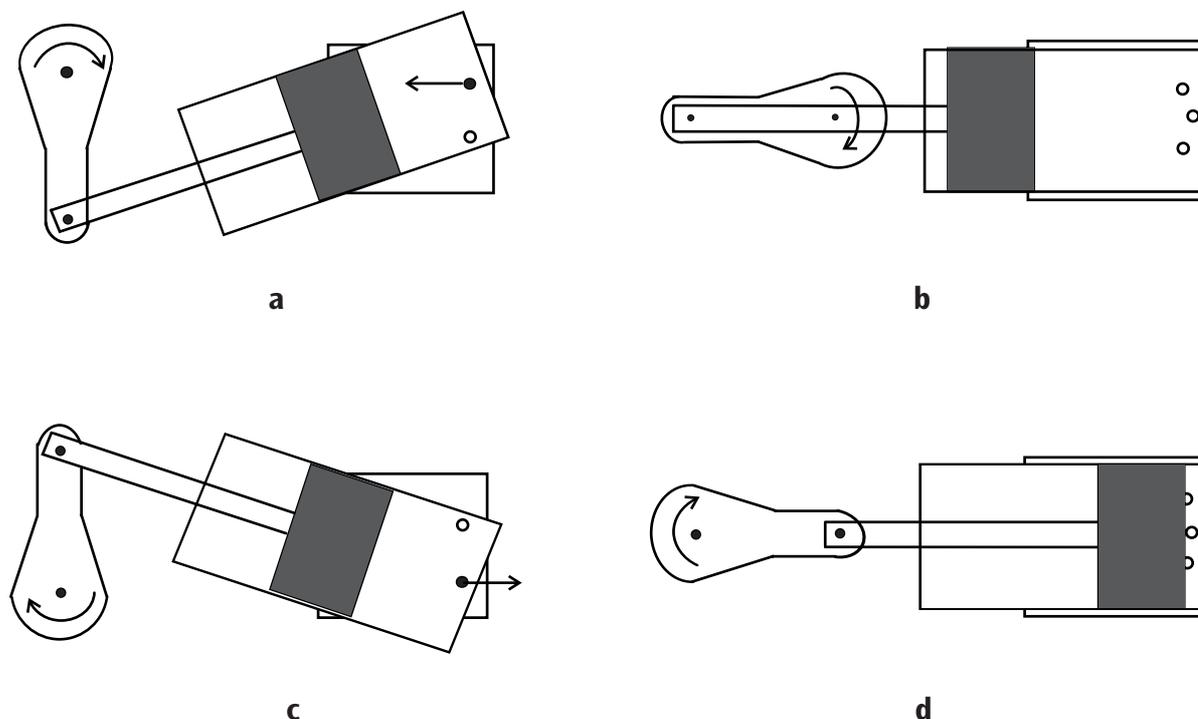

Fig.1 : Cycle de travail de la machine à vapeur oscillante
Dans la chaudière, l'eau est réchauffée et de la vapeur se forme. La vapeur traverse le tuyau d'alimentation ⑫ dans le support pour accéder à l'orifice d'entrée de vapeur. Dès que l'ouverture du cylindre rencontre l'alimentation de vapeur fraîche, de la vapeur pénètre dans le cylindre et repousse le piston (Fig. 1 a). Lorsque le piston atteint sa position inférieure finale, les canaux de vapeur se referment. La roue volante permet de surmonter ce
point mort (Fig. 1 b). Au cours de la phase suivante, le piston revient en arrière, ouvre l'orifice de sortie de vapeur et refoule la vapeur (Fig. 1 c). La vapeur est évacuée à travers le tuyau ② et le tube ⑬. L'eau de condensation est évacuée dans le gobelet ⑭ à travers le tuyau ①. Le piston atteint le point mort supérieur, les deux canaux de vapeur sont de nouveau fermés. La roue volante ayant surmonté le point mort supérieur, de la vapeur est de nouveau introduite et le processus recommence (Fig. 1 d).